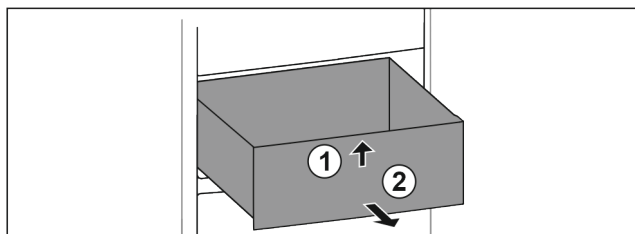

Fig. 68
- Schubfach vorne anheben. Fig. 68 (1)
- Schubfach nach vorne entnehmen. Fig. 68 (2)